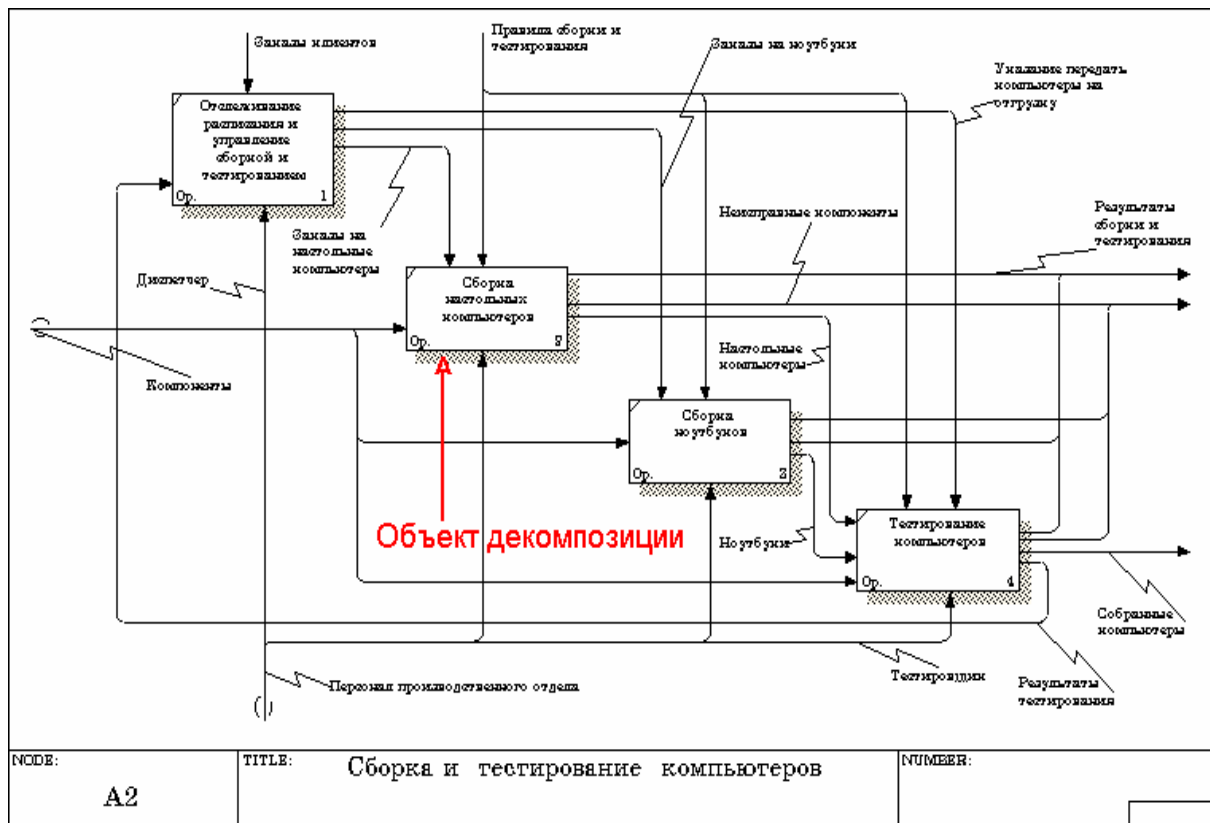

Рисунок 8.1 – Диаграмма A2 с объектом декомпозиции
1. Декомпозируйте работу "Сборка настольных компьютеров", осуществив переход на диаграмму A2 (рисунок 8.1).